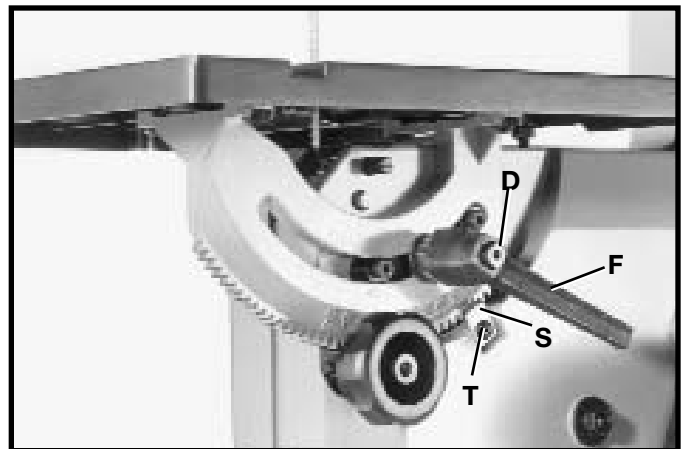

Fig. 11
8. Fixer le pointeur (S) fig. 11, à l'arrière de la scie avec la vis à tête cylindrique M5x.8x10 mm (T).
9. Placer la poignée de verrouillage (F) fig. 4, sur le goujon (G). Placer le ressort (E) fig. 4, à l'intérieur du trou de la poignée de verrouillage et le fixer en place avec une vis (D) comme indiqué à la figure 11. **REMARQUE :** La poignée (F) est à ressort et peut être replacée sur le goujon en retirant la poignée et la replaçant sur l'écrou.